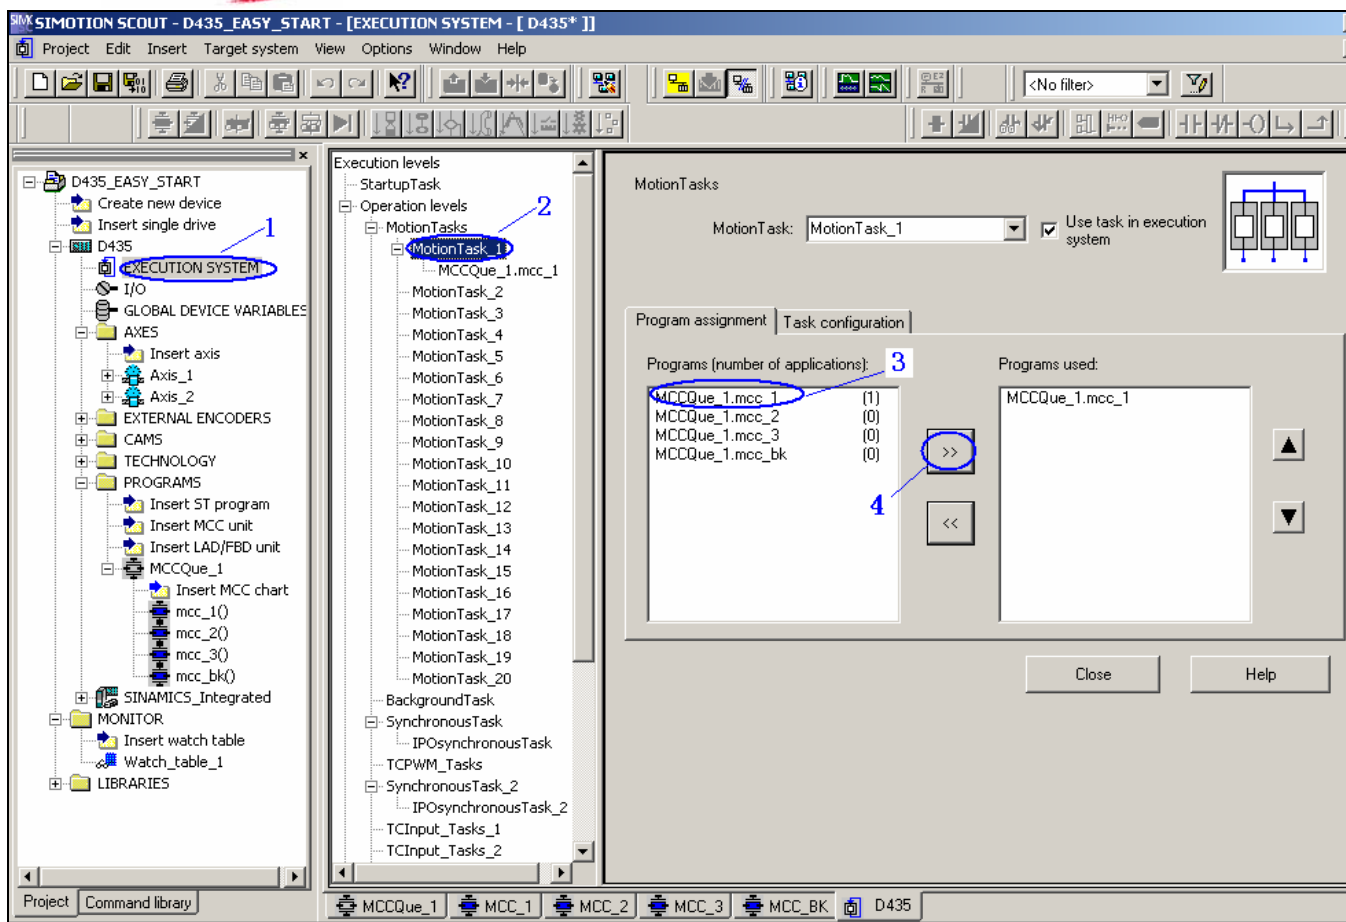

图. 59
② “MCC_1” 分配给 MotionTask1, 如图 59。